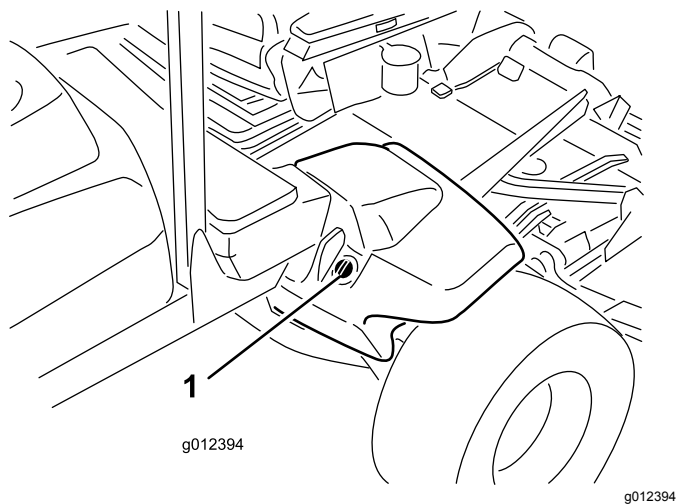

Рисунок 19
2. Очистите зону вокруг заливной горловины и крышки гидравлического бака (Рисунок 19). Снимите крышку заливной горловины.